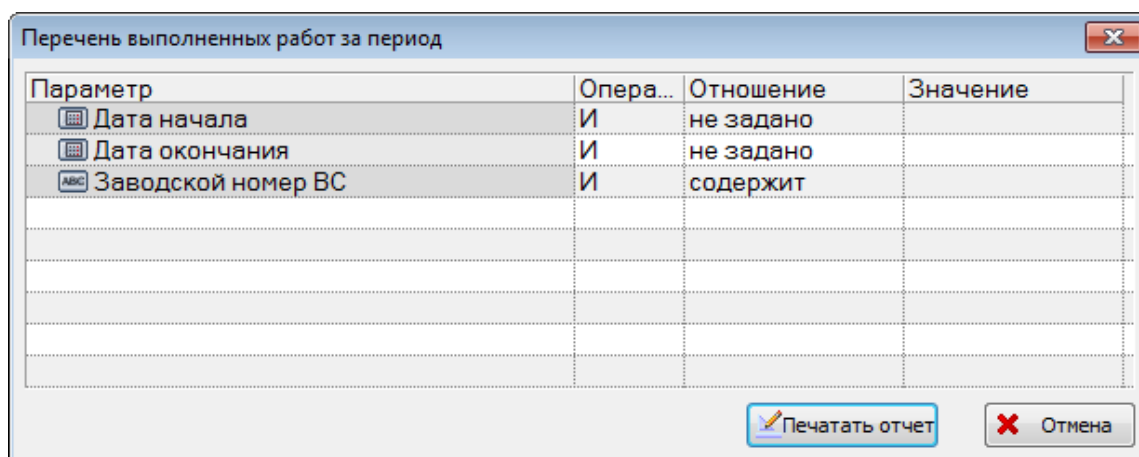

Рис. 13-493 – Окно «Перечень выполненных работ за период»
3) Нажать кнопку с наименованием отчета. При нажатии на нижнюю часть кнопки открывается выпадающее меню с возможностью выбора вида отображения отчета – в конструкторе отчетов или в формате Excel (рис. 13-493).